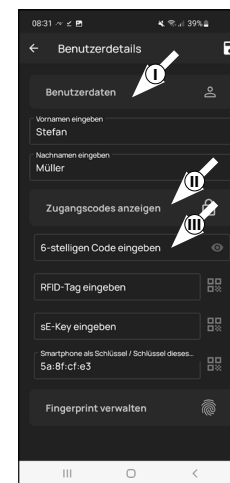

Fig. 3
- ! **Aviso:** En este apartado podrá establecer el medio de apertura deseado por el usuario (p. ej. código de usuario o huella dactilar) (II) (Fig. 3). Por defecto, el medio seleccionado para el primer usuario es la apertura de la cerradura mediante smartphone.
- 4 Si dispone de un código PIN o teclado de huellas dactilares (por ejemplo, ENTRY 7711 PIN), puede almacenar un código de usuario de 6 dígitos como medio de apertura en este apartado. Encontrará instrucciones sobre cómo configurarlo en las instrucciones del apartado correspondiente (III) (Fig. 3)